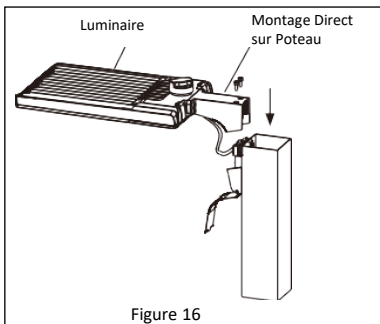

Figure 16
2. Fixez le luminaire à la base du montage en installant 2 boulons et effectuez les connexions de câblage conformément au **Schéma de Câblage** ci-dessous. **Reportez-vous à la Figure 16.**